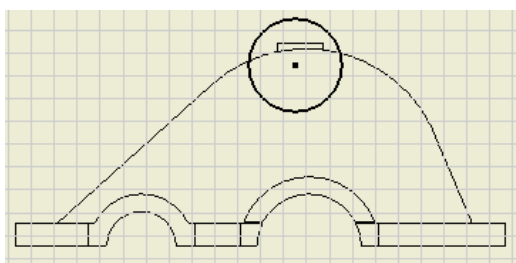

图 12-41 在草图中绘制圆形
② 创建通气器安装孔的局部剖切视图
① 在图样中选中主视图,单击【放置视图】标签栏【草图】面板中的【创建草图】工具按钮,则创建一个草图;单击【草图】标签栏【绘图】面板的【圆】工具按钮,绘制如图 12-41 中所示的圆形,然后退出草图。